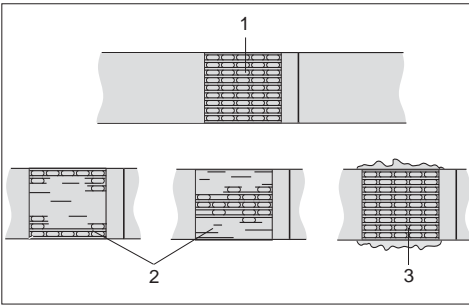

Fig. 9
- Check appearance of seal (see fig. 9) regularly. If the straps are poorly welded, **check the welding time setting (refer to chapter 5.8).**
- Revise siempre el aspecto de la soldadura (ver fig. 9). **Si la calidad del soldado no es satisfactoria: Revise el tiempo de soldadura (ver capítulo 5.8).**
- Verschluss regelmässig auf sein Aussehen überprüfen (siehe Fig. 9). Bei schlecht geschweissten Bändern: **Einstellung der Schweisszeit überprüfen (siehe Kapitel 5.8).**